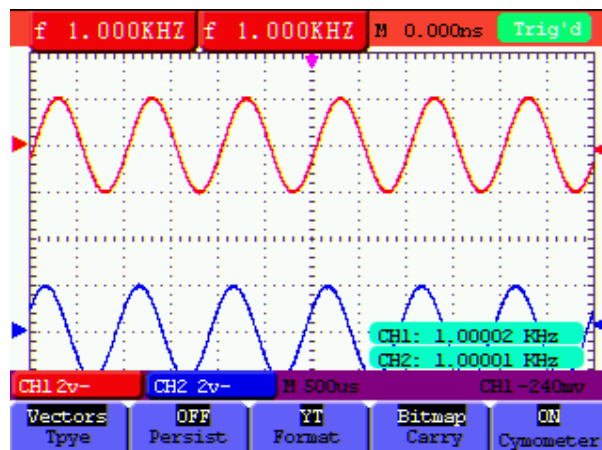

Fig 38 : Affichage du compteur de fréquence
2. Utilisez la touche **MENU ▲** ou **MENU ▼** pour sélectionner DISP SET (réglage de l'affichage). Il apparaît cinq (5) options en bas de l'écran.
3. Utilisez la touche **F5** pour sélectionner **ON** ; Référez-vous à la Figure 38 :